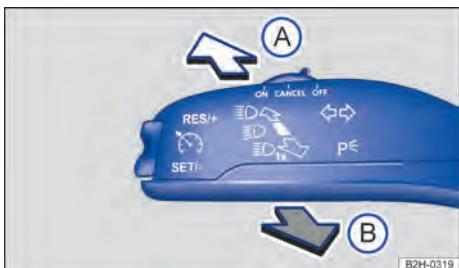

Fig. 72 À esquerda na coluna de direção: alavanca dos indicadores de direção e do farol alto.
- Levar a alavanca dos indicadores de direção e do farol alto da posição central para a seguinte posição → Fig. 72: